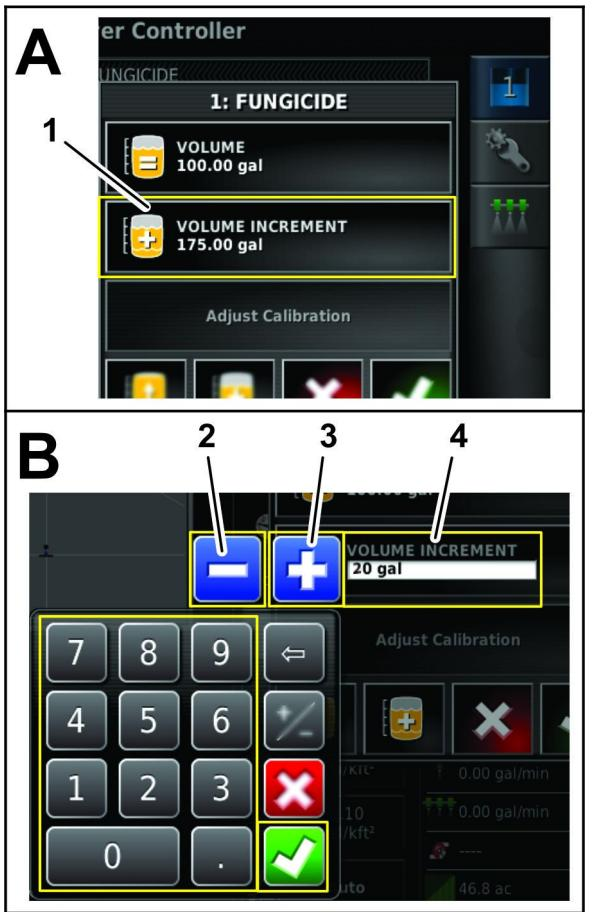

Figura 39
1. Pulse el icono LLENADO DEL DEPÓSITO (Figura 39).